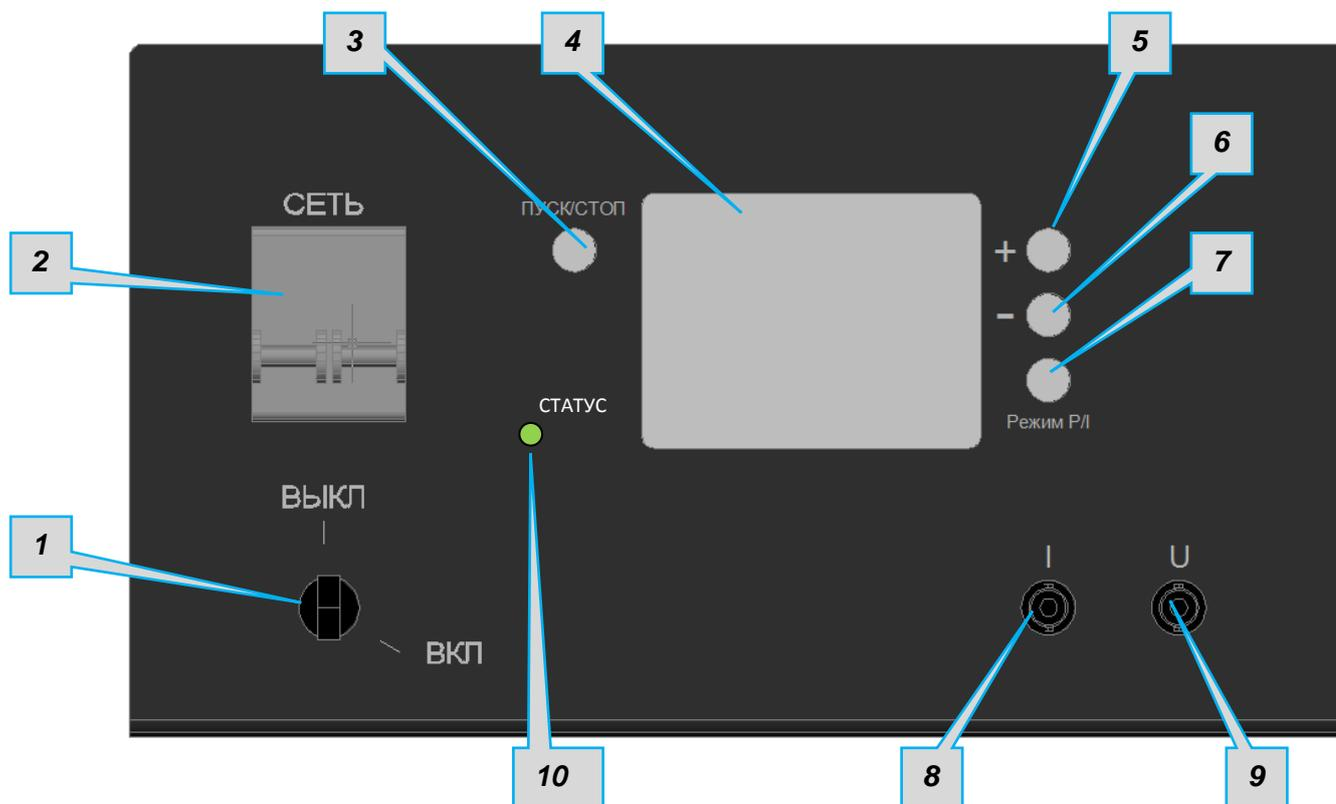
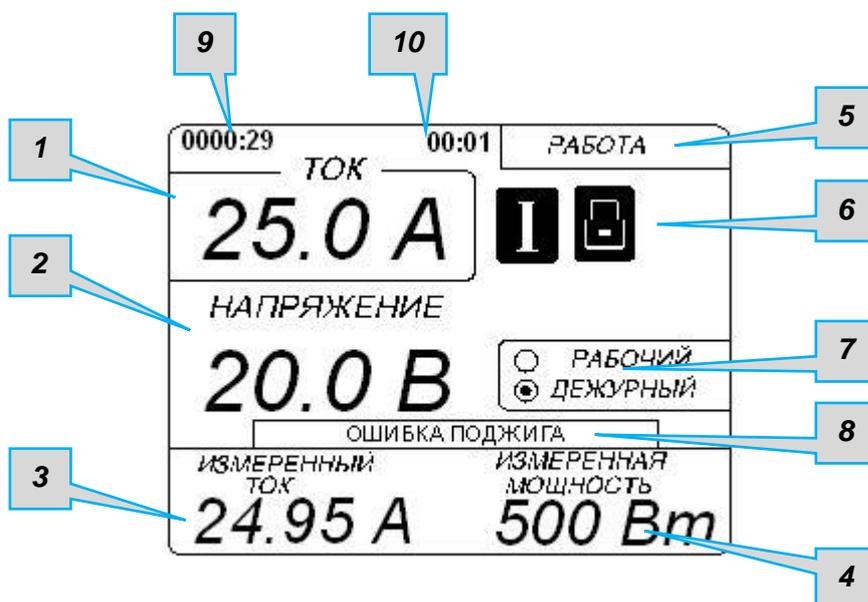

Рис. 2. Передняя панель ИП ПЛАНАР
Рис. 5. ЖК-дисплей с тач-панелью.
На передней панели корпуса ИП (Рис. 2) расположены:
Перевести переключатель поз. 2. (Рис. 2) в положение **ВКЛ.** На ЖК-дисплее, в строке состояния (Рис. 5, поз.5) высветится надпись **«ОЖИДАНИЕ»**, а в поз.1 и 2 отобразятся значения тока и напряжения, на которых был завершен предыдущий сеанс работы. Их можно корректировать кнопками **«+»**, **«-»** и **«Режим P/I»**.
На Рис. 5 показаны следующие позиции:
Данные сообщения выводятся в правый верхний угол экрана (Рис. 5, поз.5) и информируют пользователя о текущем состоянии ИП. Ниже перечислены все возможные сообщения состояния ИП:
Запоминание происходит по нажатию на кнопку «ПУСК/СТОП» при выключении лампы, а так же в случае возникновения внешних блокировок. При этом, если ИП был выключен в дежурном режиме, то при последующем включении и работе с дистанционным управлением, независимо от состояния сигнала управления «MODE», ИП будет работать в дежурном режиме. В таком случае перевести его в рабочий режим можно только нажатием кнопки «Режим P/I» либо нажатием на экран в поле поз.7, Рис. 5.
- нажатием на экран в поле «дежурный» (Рис. 5., поз.7)
Признаком работы ИП в дежурном режиме является точка на ЖК-дисплее слева от надписи «ДЕЖУРНЫЙ» в поле поз.7, Рис. 5. Значения параметров автоматической стабилизации в зависимости от модели ИП указаны в Таблица 1.
В дежурном режиме регулировка тока и потребляемой мощности заблокирована, об этом сигнализирует появляющийся знак «замок» в правой верхней части ЖК-дисплея (Рис. 5, поз.6):
- нажатием на экран в поле «рабочий» (Рис. 5., поз.7)
Кнопками «+» или «-» установите необходимую величину тока или мощности. Она отобразится в поле поз.1, Рис. 5. В нижней части дисплея в полях поз.3 и поз.4, Рис. 5. будут отображаться измеренные микроконтроллером значения тока и потребляемой мощности.